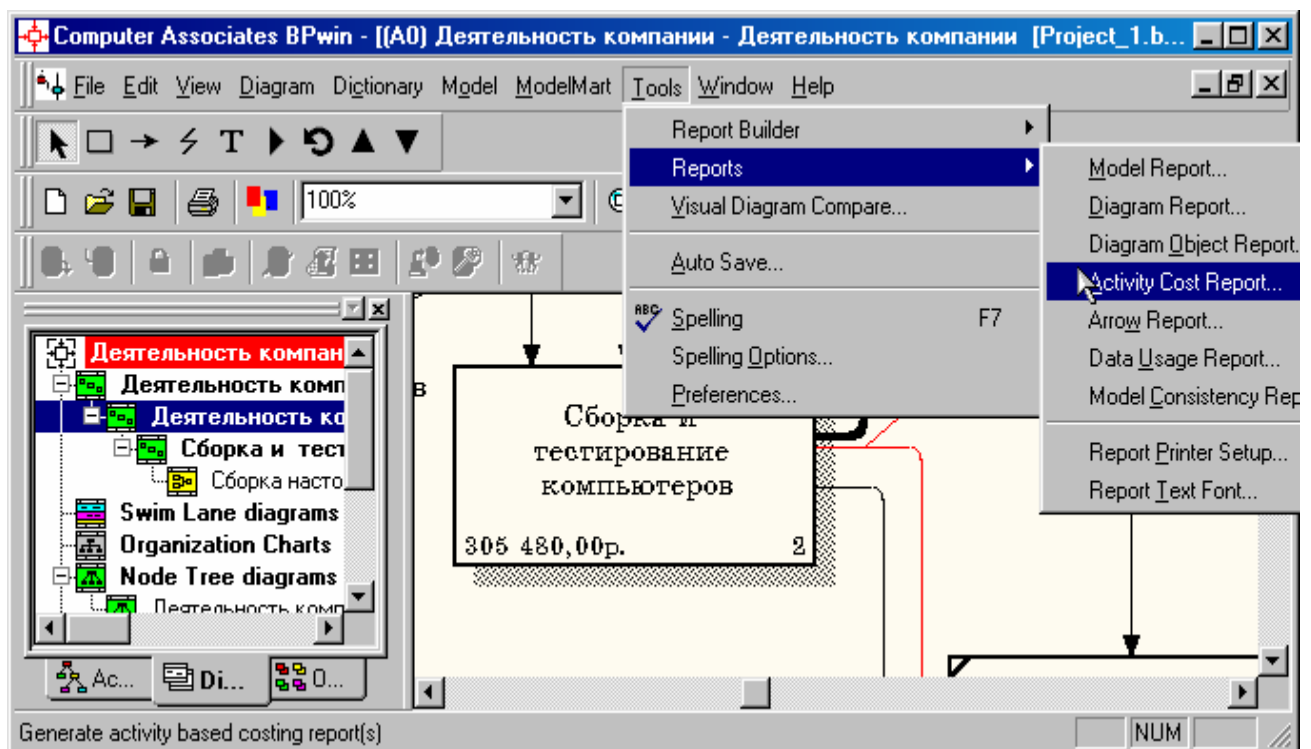

Рисунок 10.10 – Выбор опций меню для генерации отчета *Activity Cost Report*
10. Сгенерируйте отчет *Activity Cost Report*, выбрав соответствующие опции меню (рисунок 10.10).